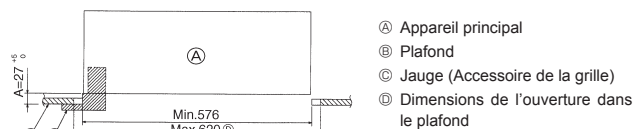

Fig. 2-6
- Lorsque l'appareil principal ne peut pas être aligné contre l'orifice de montage au plafond, il est possible de le régler par une fente prévue sur la plaque de montage. (Fig. 2-6)